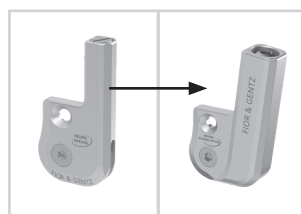

Fig. 24
- 3 Montez l'ensemble fonctionnel de l'articulation modulaire **NEURO CLASSIC-SWING** dans la largeur modulaire appropriée (Fig. 24).